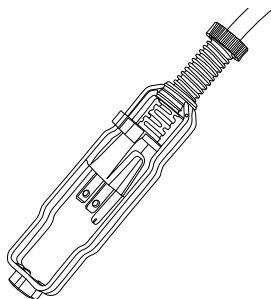

Fig. 2
Fixez jusqu'à (2) câbles-rallonges SJT 16/3 de 30 pi (9 m, fournies) à la queue de cochon de l'aspirateur. Assurez-vous que toutes les connexions de cordon sont effectuées à l'aide du ou des système(s) de verrouillage de cordon (Fig. 2) fourni(s) avec l'aspirateur.